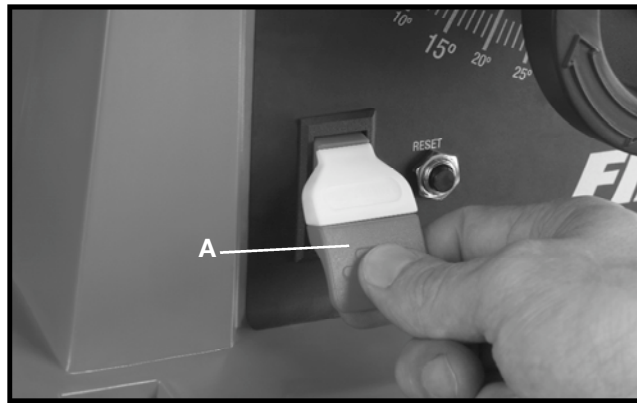

Fig. 34
El interruptor de encendido/apagado (A), Fig. 34, está ubicado en la parte delantera del gabinete de la sierra. Para “ENCENDER” la sierra, mueva el interruptor (A) hacia arriba hasta la posición de “ENCENDIDO” (ON). Para “APAGAR” la sierra, mueva el interruptor (A) hacia abajo hasta la posición de “APAGADO” (OFF).